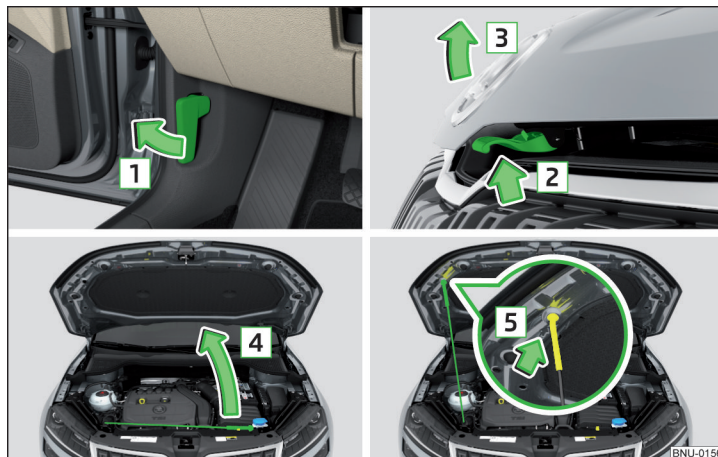

Fig. 305 Abrir la tapa del vano motor
- Abra la puerta delantera y tire de la palanca de desbloqueo ubicada debajo del tablero de instrumentos en el sentido de la flecha **1** » fig. 305.